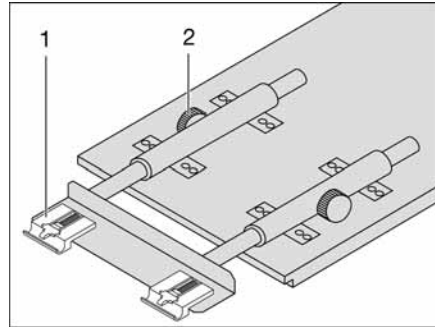

Fig. 89 Ampliación de la mesa colgante
- Soltar los tornillos moleteados (Fig. 89,2).
- Elevar el tablero de mesa ligeramente por delante y extraerlo hasta el tope. La prolongación de mesa (Fig. 89,1) está completamente extraída.
- Elevar el tablero de mesa ligeramente por delante y empujarlo hacia atrás hasta el tope. La prolongación de mesa (Fig. 89,1) está completamente introducida.